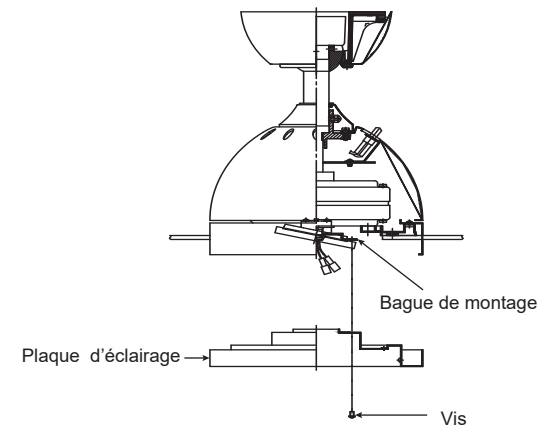

Fig. 17
Étape 1. Desserrez les deux vis sur la bague de montage fixée à l'arbre du moteur, puis retirez et conservez la troisième vis. (**Fig. 17**).